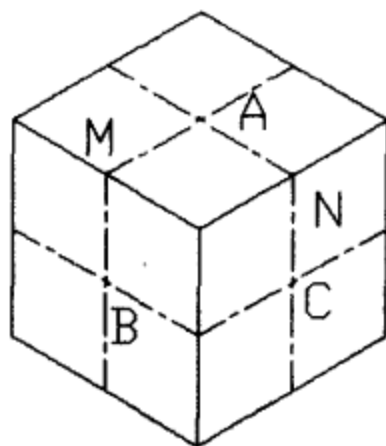

图 1-41 正六面体正等轴测图
(1) 打开等轴测模式。
(2) 使用【绘图】工具条【直线】命令绘制如图 1-41 所示正六面体正等轴测图。